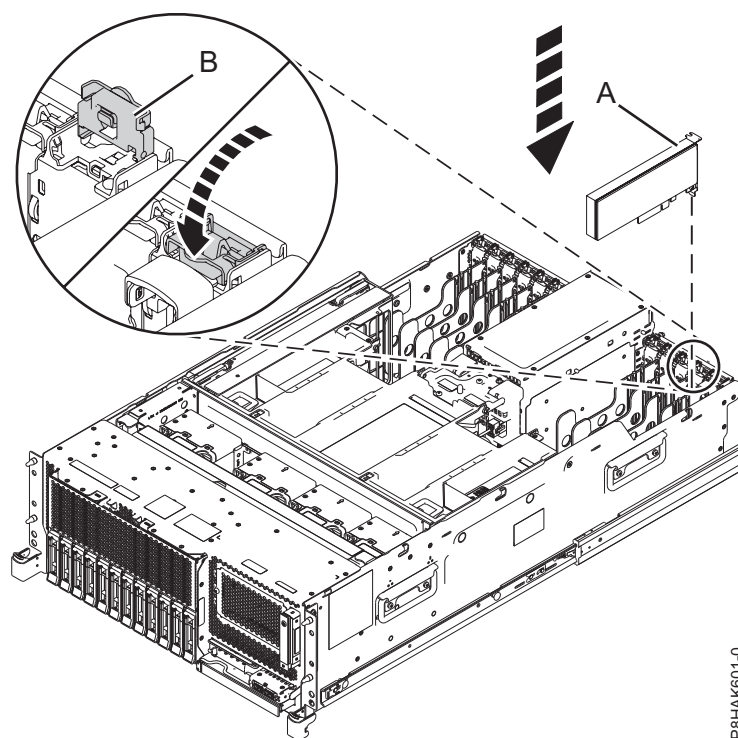
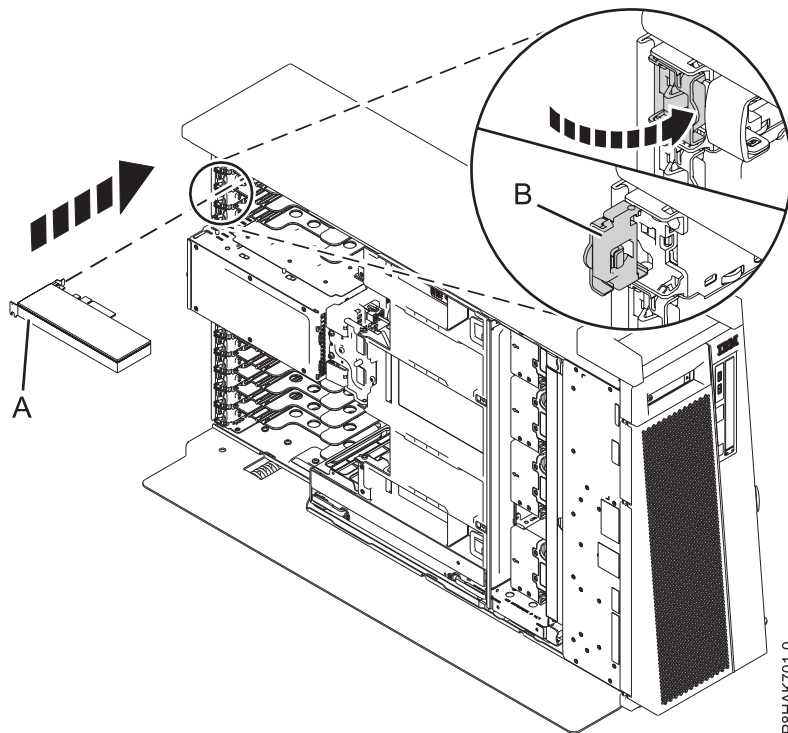
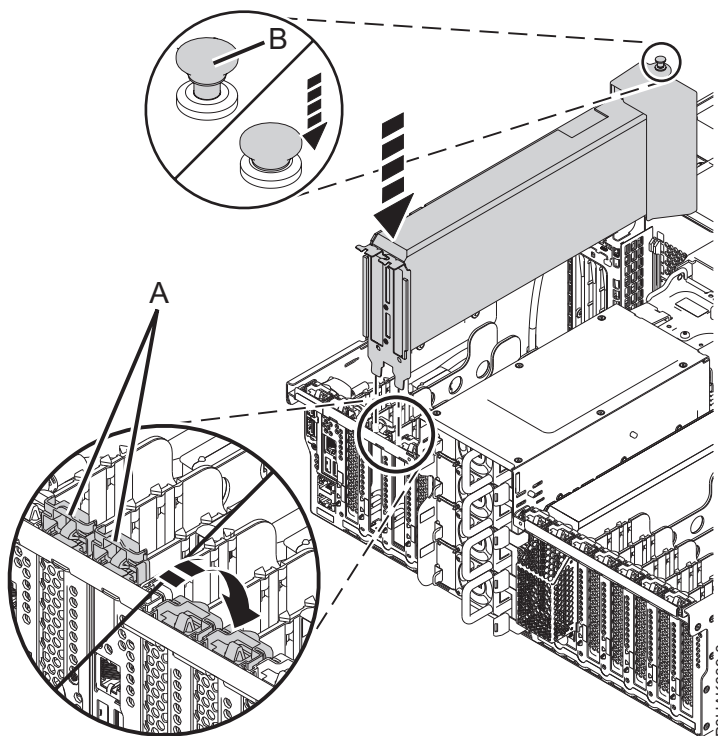

Figura 7. Instalar ou substituir um adaptador PCIe num sistema montado em bastidor
Figura 8. Instalar ou substituir um adaptador PCIe num sistema 8286-41A autónomo
Figura 9. Instalar ou substituir o adaptador GPU adaptador PCIe num sistema montado em bastidor
8. Se a patilha do adaptador **(B)** na ranhura alvo não estiver na posição aberta, puxe a patilha para a posição aberta ao rodar a patilha para fora do respectivo clip na parte posterior do sistema, como demonstrado em Figura 7 na página 9 e Figura 8 na página 9.
9. Agarre cuidadosamente o adaptador pela respectiva aresta superior ou contraponto e alinhe o adaptador com a ranhura e o respectivo conector no painel posterior do sistema **(A)**, conforme demonstrado em Figura 7 na página 9, Figura 9 na página 10 e Figura 8 na página 9.
- a. Rode o trinco do adaptador (A) na direcção apresentada na Figura 9.
- b. Prima o trinco (B) na conduta de ventilação para bloquear no local, como é mostrado na Figura 9.Se estiver a instalar ou a substituir qualquer outro adaptador, avance para o passo seguinte.
12. Para bloquear o adaptador na respectiva ranhura, rode a patilha do adaptador (B) na direcção demonstrada em Figura 7 na página 9 e Figura 8 na página 9.